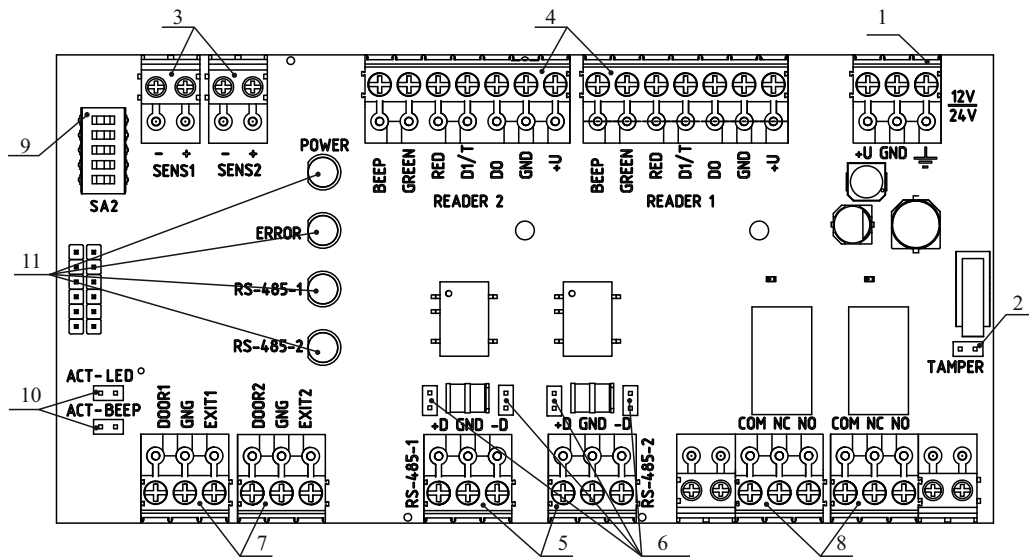

Рисунок 4 – Плата модуля
- На модуле внешних подключений (рисунок 4) расположены: